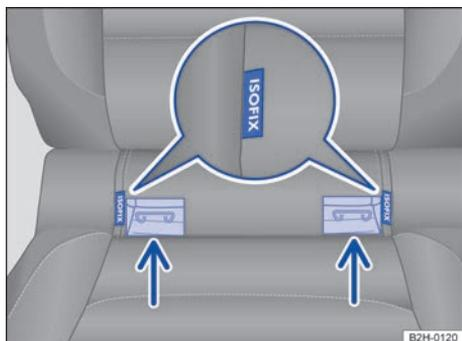

Fig. 73 En el asiento del vehículo: señalización de los puntos de anclaje inferiores para los asientos para niños.
Las plazas traseras laterales cuentan cada una con **dos** argollas de sujeción, también llamadas puntos de anclaje inferiores, entre el respaldo y la banqueta → fig. 73.
- Encaje el asiento para niños en las argollas de sujeción en el sentido de las flechas → fig. 73. Las aberturas para encajarlo se encuentran en vertical junto a los rótulos de ISOFIX. El asiento para niños deberá encastrar de forma segura y audible (clic).
- Coloque el asiento para niños sobre la banqueta del asiento y fije los ganchos de los cinturones de fijación a las argollas de sujeción → fig. 73 siempre y cuando dichos cinturones vengan incluidos en el asiento para niños.